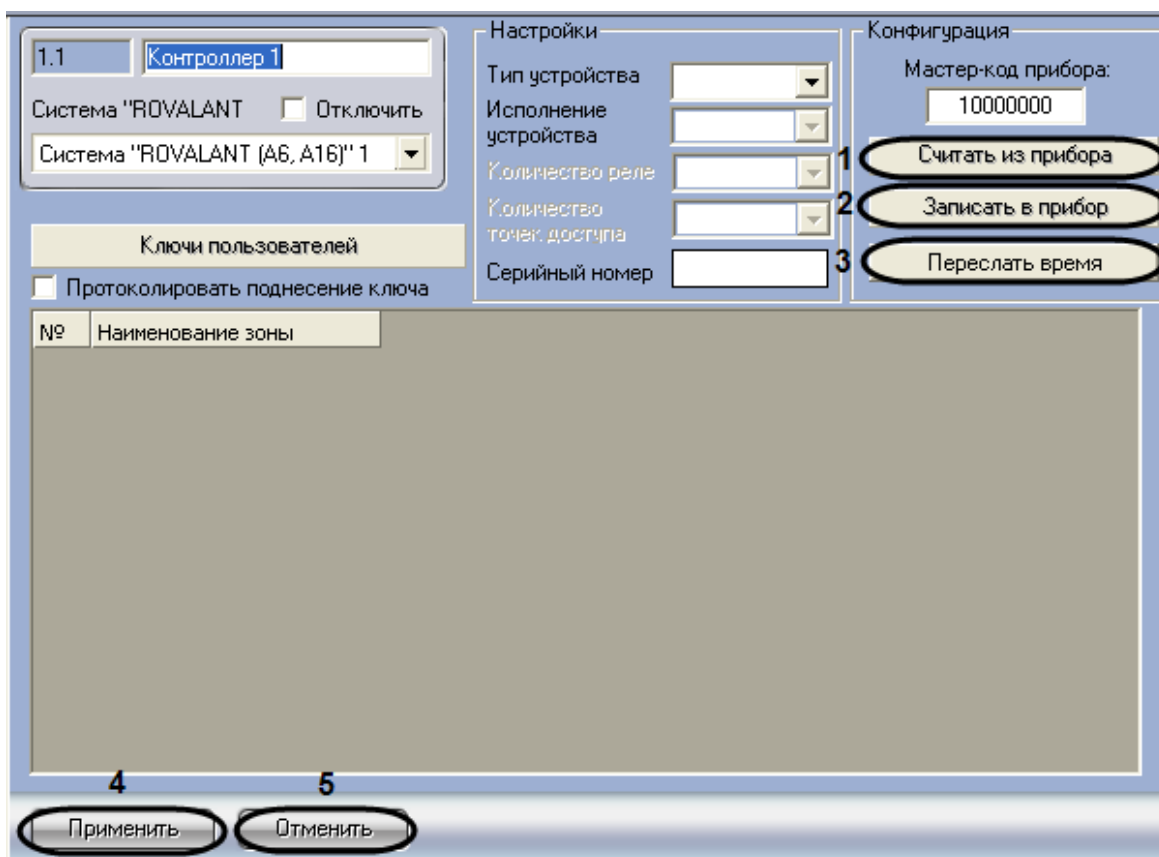

Рис. 3.3—3 Запись и загрузка конфигурации
1. Перейти на панель настроек объекта **Контроллер** (Рис. 3.3—3).
2. Для загрузки в ПК *ACFA Intellect* конфигурации из прибора необходимо нажать кнопку **Считать из прибора** (см. Рис. 3.3—3, 1).
3. Для записи конфигурации в прибор необходимо нажать кнопку **Записать в прибор** (см. Рис. 3.3—3, 2).
- Для синхронизации времени прибора и Сервера необходимо нажать кнопку **Переслать время** (см. Рис. 3.3—3, 3).
- Для сохранения изменений нажать кнопку **Применить** (см. Рис. 3.3—3, 4).
*Примечание.* Для отмены изменений необходимо нажать кнопку **Отменить** (см. Рис. 3.3—3, 5).